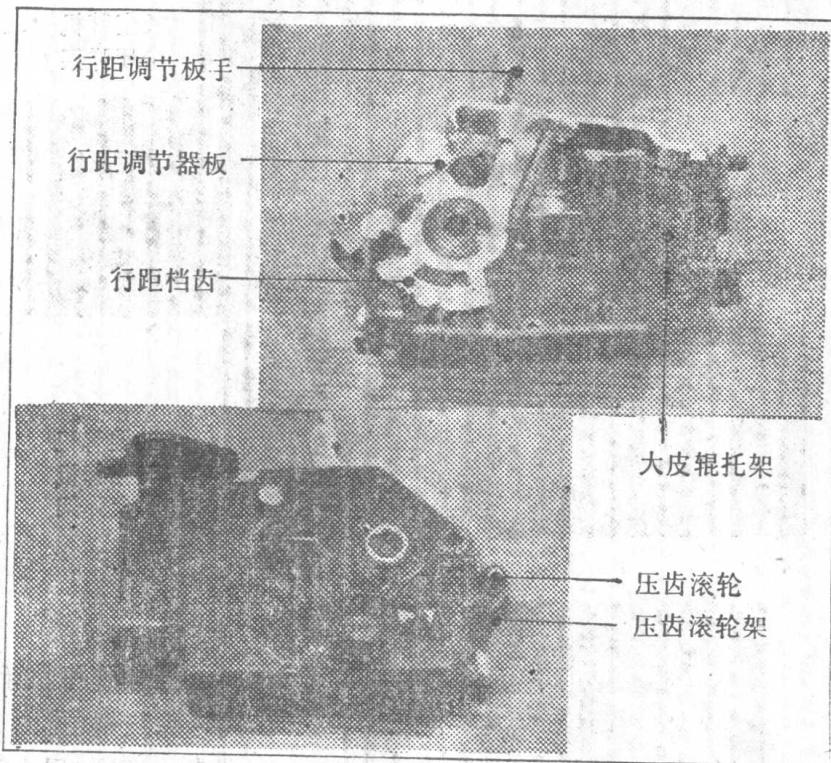

图 2-10
I. 大皮辊左右托架 大皮辊左右托架(见图 2-10)作为固定机头上各零部件用。